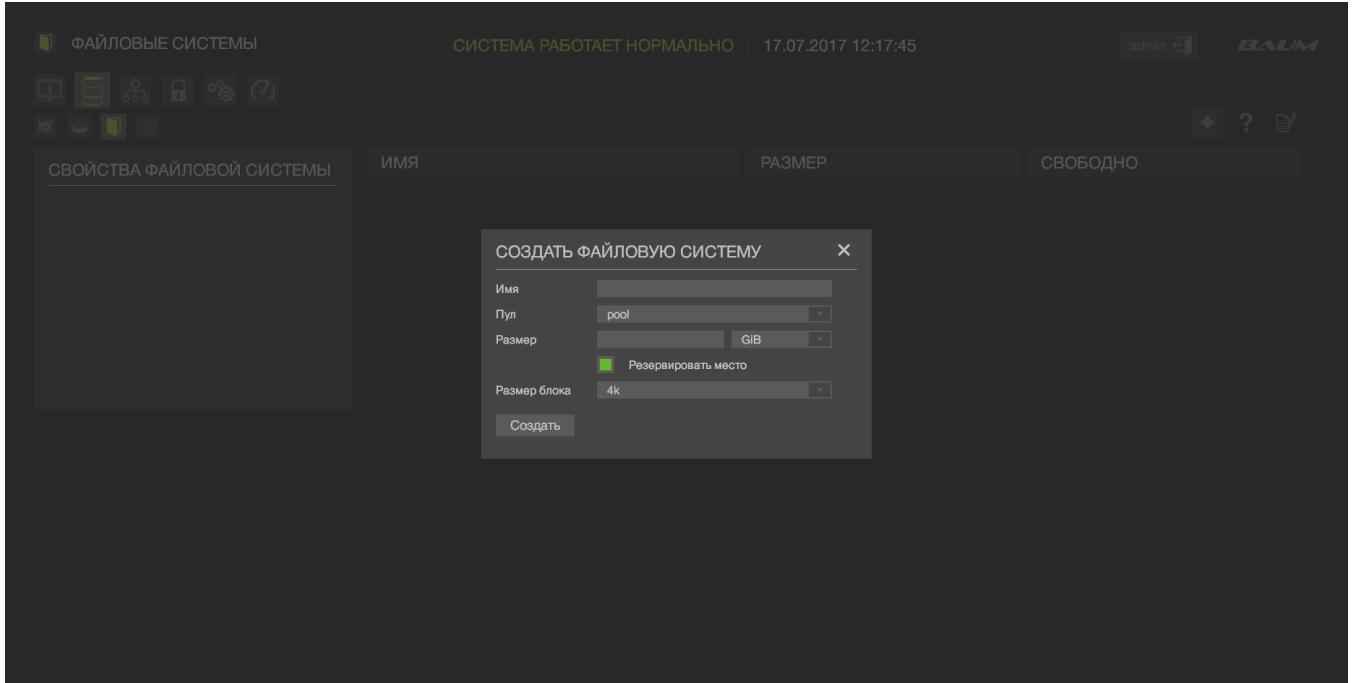

Рисунок 54 – Создание файловой системы
- 1) Перейти во вкладку «Дисковое пространство» → «Файловые системы» (см. Рисунок 54).